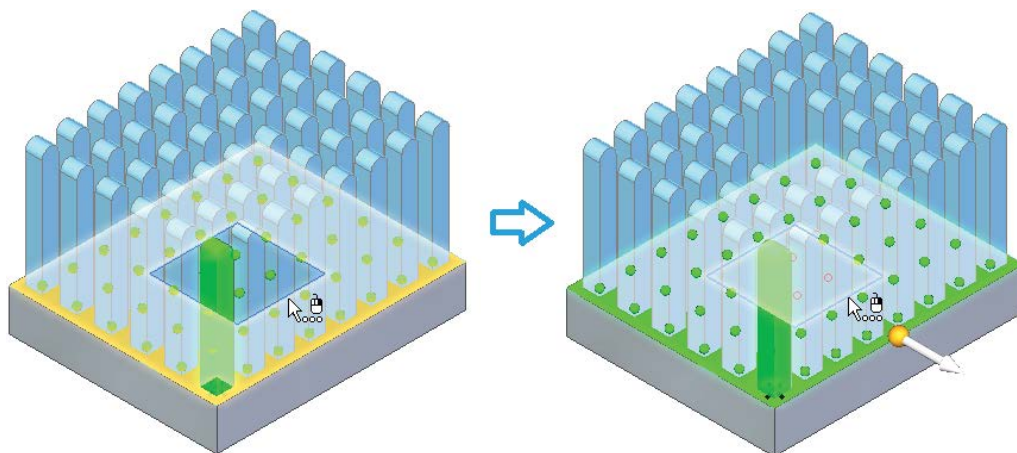

Рис. 2.5.4. Отключение группы элементов массива внутри выбранной области эскиза
- отключить группу элементов, попадающую внутрь выбранной области эскиза (I), выбрав эту область и указав с помощью стрелки направление отключения (рис. 2.5.4);